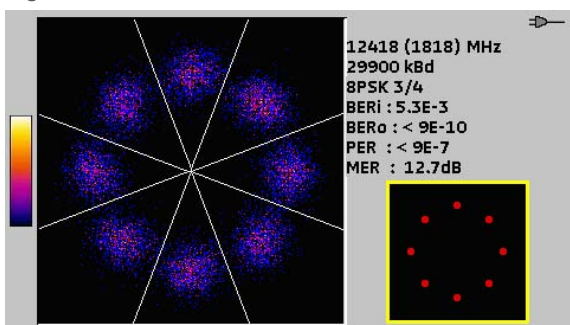

Fig. 60
In fig. 60 è raffigurata la mappa della Costellazione di un segnale DVB-S2 (HD) modulato in 8PSK.